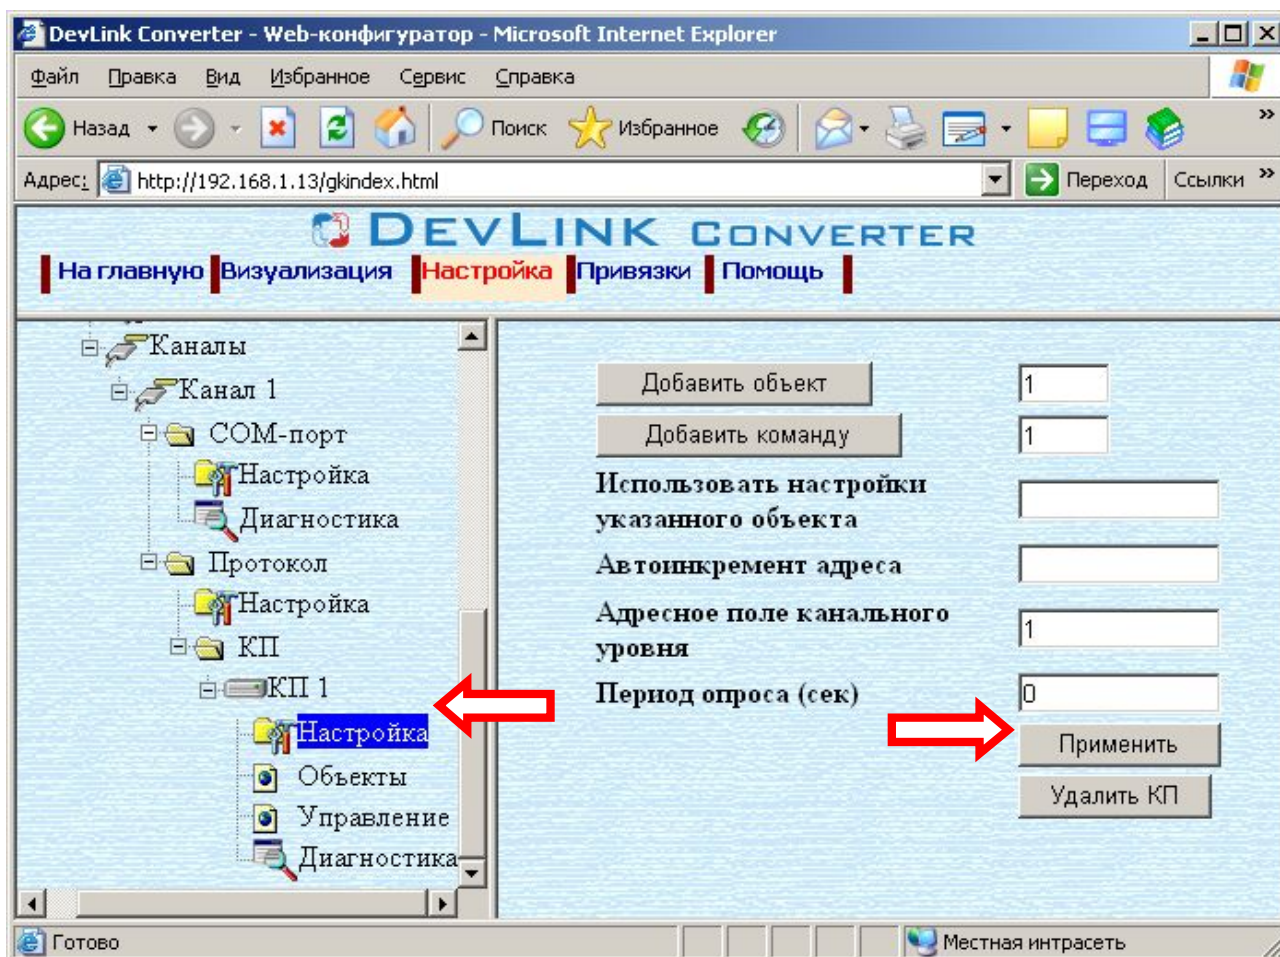

Рисунок 3.12 – Настройка КП
- Выберите в дереве объектов *папку «Настройка»* КП нужного КП (рисунок 3.12). В результате в правом фрейме (фрейм «Настройка») конфигулятора появятся соответствующие элементы управления